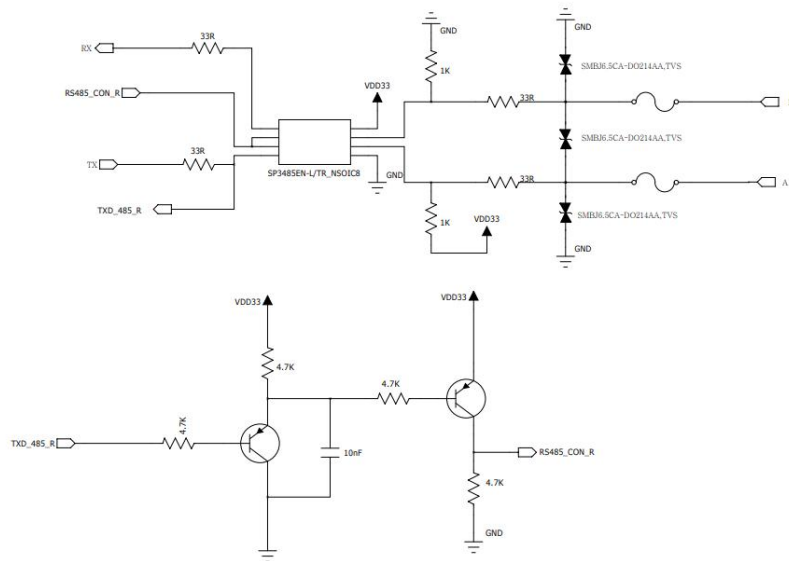

图 6-3 F8L10C 与工控机 RS485 连接的参考电路
2. 工控机作为上位机：F8L10C 与工控机通过 RS485 总线相连，需要使用 RS485 芯片转换（如 SP3485），如图 6-3 所示。